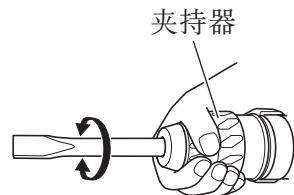

图 8
- (c) 如图 8 所示, 转动夹持器并将工具固定在所需的作业方向。
- (d) 请根据上面 (1) 中所述的步骤, 将选择杆切换至“锤击”的位置并固定工具的位置。